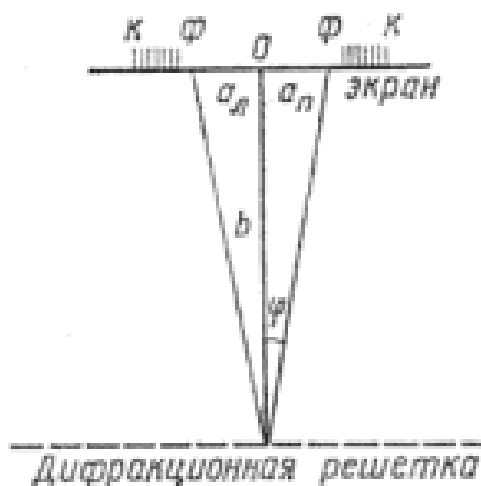

Рис.3
Белый свет по составу – сложный. Нулевой максимум для него – белая полоса, а максимумы высших порядков представляют собой набор семи цветных полос, совокупность которых называют спектром соответственно I, II, ... порядка (рис.3).
6. Определите расстояние от нулевого деления (0) шкала экрана до середины фиолетовой полосы как слева « $a_{л}$ », так и справа « $a_{п}$ » для спектров I порядка (рис. 3) и вычислите среднее значение $a_{ср}$.
9. Вычислить по формуле (2) длину волны фиолетового света для спектров I и II порядков, длину волны красного света I и II порядков.